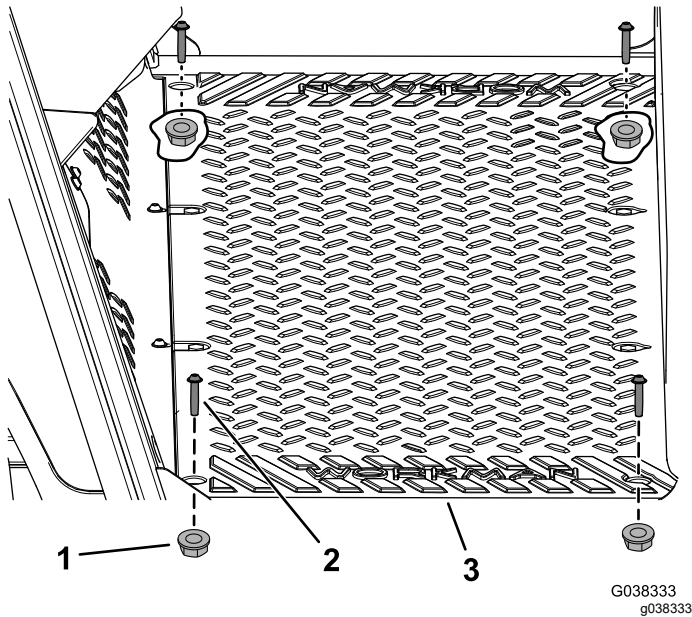

Figure 2
1. Retirez les 4 vis (1/4 x 1 1/4 po) et les écrous (1/4 po) du panneau de plancher (Figure 2).
- Mettez en place les 4 vis (¼ x 1¼ po) et les écrous (¼ po) retirés précédemment dans le panneau de plancher (Figure 2).